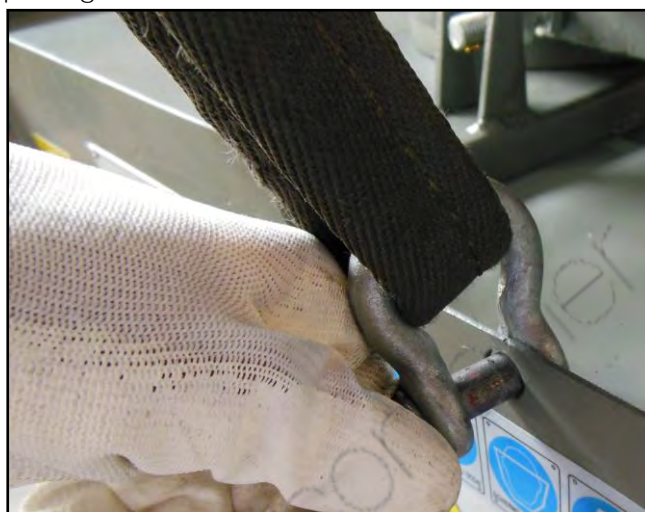

Figura 12 - Dettaglio grillo di sollevamento.
2. Applicare i grilli nei fori di sollevamento praticati sul basamento della macchina (vedere la Figura 12), due per ogni lato della macchina.